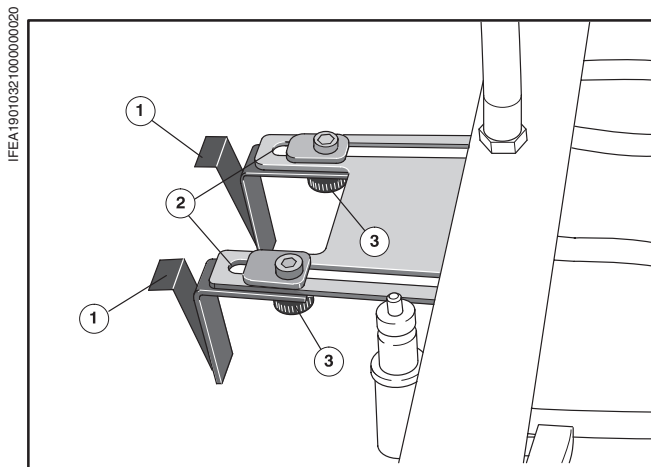

Рис. 37 Задние упоры листа
- ❶ Ослабить винты с накатанной головкой (Рис. 37/❸), которыми крепятся упоры листа, и сдвинуть упоры (Рис. 37/❶) полностью вперед (Рис. 37/❷).
- ❷ Вывинтить винты (Рис. 37/❸) с накатанными головками и шайбами, и снять задние упоры (Рис. 37/❶).
- ❸ Вставить задние упоры листа с удлиненной пружиной и затянуть винты с накатанными головками (Рис. 37/❸) вместе с шайбами